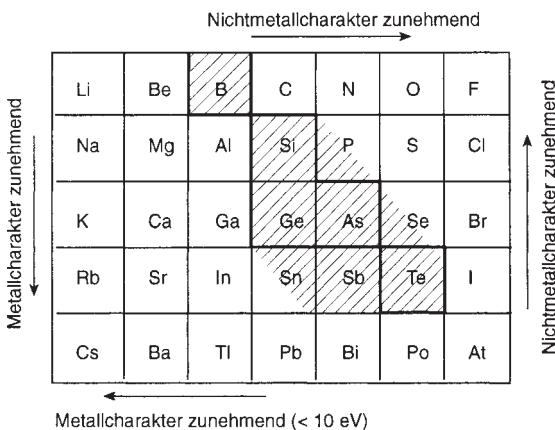

Abb. 13. Metallischer und nichtmetallischer Charakter der Elemente
3.3.5 Metallischer und nichtmetallischer Charakter der Elemente (Abb. 13)